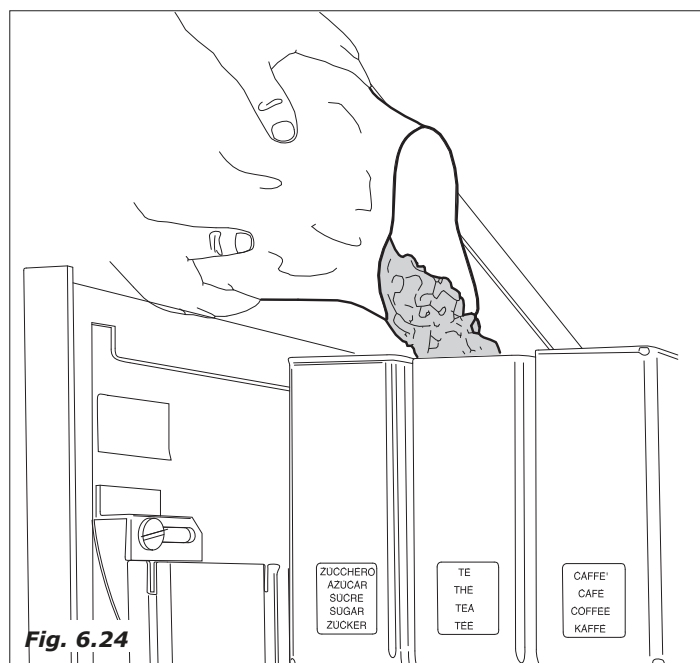

Fig. 6.24
- Enlever les couvercles de chaque bac et remplissez ce dernier suivant l'étiquette reportée sur le bac lui même (figure 6.24 - 6.25).